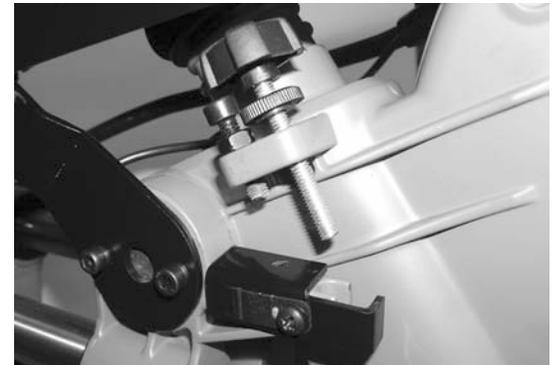
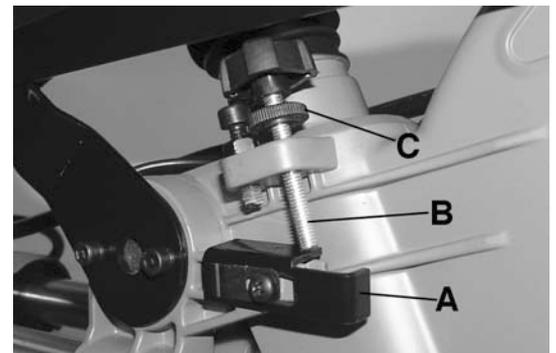

Figure 8
Figure 9
En position normale, l'arrêt de coupe en profondeur Fig.8 vous permet d'effectuer une coupe complète à travers la pièce de travail. Lorsque la tête de la scie est soulevée, vous pouvez ajuster l'arrêt de coupe en profondeur (A) Fig.9 en le tirant vers la droite. La tige du bouton d'ajustement de la profondeur (B) rentrera en contact avec l'arrêt une fois que la tête sera abaissée. La profondeur de coupe peut être ajustée avec le bouton d'ajustement de la profondeur (B) et verrouillée avec l'écrou (C).